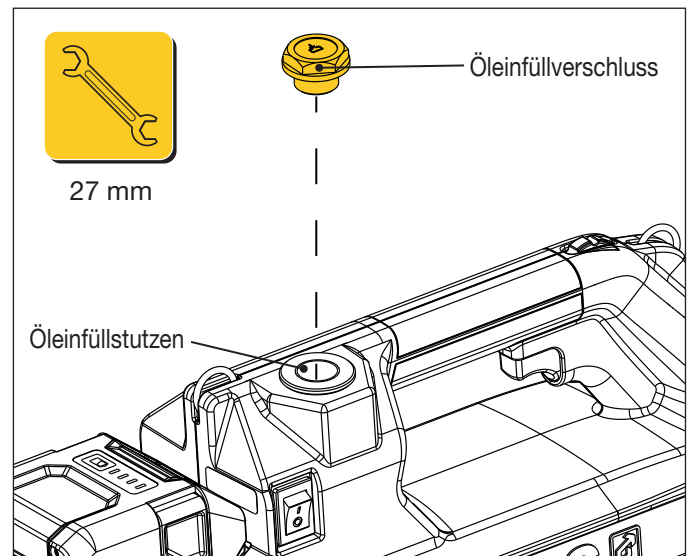

Abbildung 13: Öleinfüllöffnung
3. Schalten Sie den Netzschalter der Pumpe aus (O).
5. Entfernen Sie den Öleinfüllverschluss von der Einfüllöffnung. Verwenden Sie dazu einen 27 mm Schlüssel. Siehe Abbildung 13.